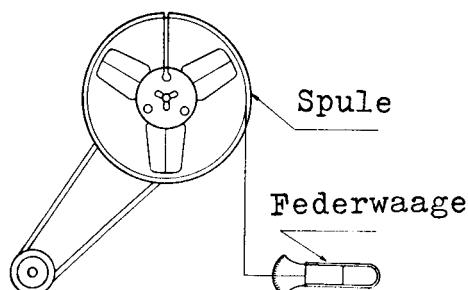

Abb. 7
- a) Das lose Ende eines aufgewickelten Tonbandes wird an der Spule festgeklebt, so daß sich eine kleine Schlaufe bildet. Das Tonband wird nun auf den rechten Teller aufgesetzt (s. Abb. 7).